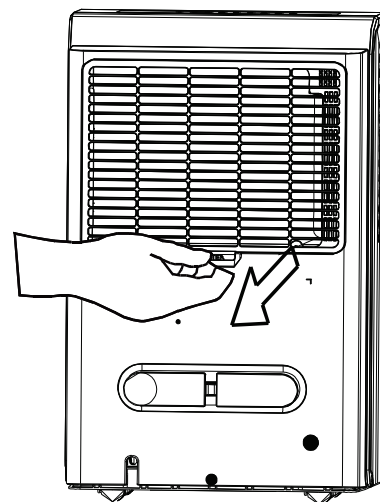

Fig. 14
- Para retirar o filtro, puxe-o para fora (ver a Fig. 14).